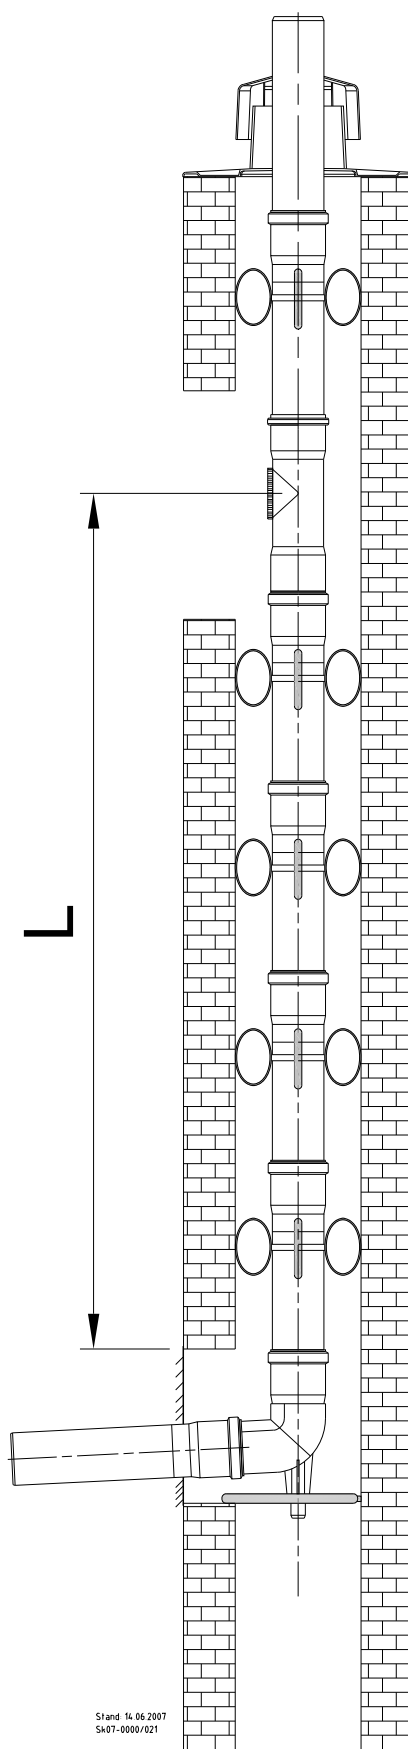

Abb. 29: Kaminsystem, starr, zur Ermittlung von Abstandsmaß L
- das Maß L (s. Abb. 29) zwischen Stützbogen und Revisionsstück zu ermitteln
- die senkrechten Abgasrohre in 2 m Baulänge sind mit der „Stoppring-Technik“ ausgerüstet (s. Abb. 29). Die Rohrenden werden durch diese Verbindungstechnik für die Montage gegen Herausrutschen gesichert.